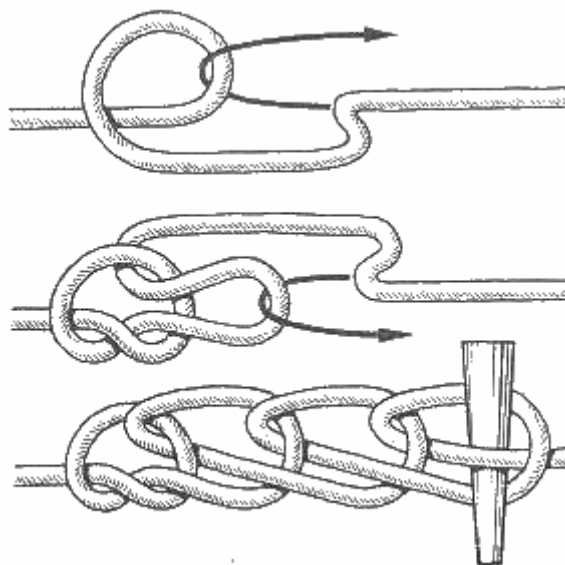

Рис. 115. "Мартышкина цепочка"
**"Мартышкина цепочка"** (рис.115) Назначение этого узла то же самое — на время укоротить трос. В отличие от кольшки и олимпийского узла, он имеет то преимущество, что завязанный им трос своими петлями не мешает работе и его можно даже взять на шпиль. Перед тем как дать на трос, завязанный этим узлом, нагрузку, в последнее звено "цепочки" нужно вложить свайку или клевант или пропустить через него ходовой конец: иначе узел мгновенно развяжется.